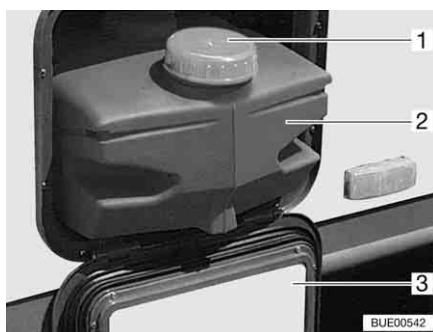

Bild 177 Vattentank 22 l
Vid transport av vattentanken: stäng den med locket (Bild 177,1).
- Öppna serviceluckan (Bild 177,3) (se kapitel 6).
- Drag ut vattentanken (Bild 177,2).
- Drag ut vattentanken (Bild 177,2) och töm den.